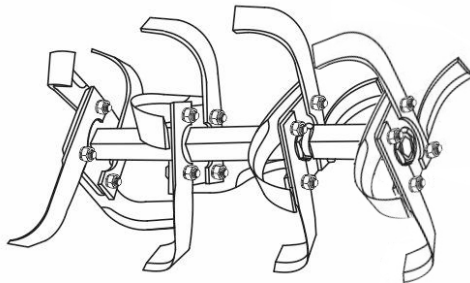

Рисунок 11 – Ґрунтофреза у зборі
7. Скласти інші сегменти ротора ґрунтофрези (див. рис. 11). Складання лівої половини ґрунтофрези здійснюється аналогічно, з урахуванням напрямку обертання ротора.